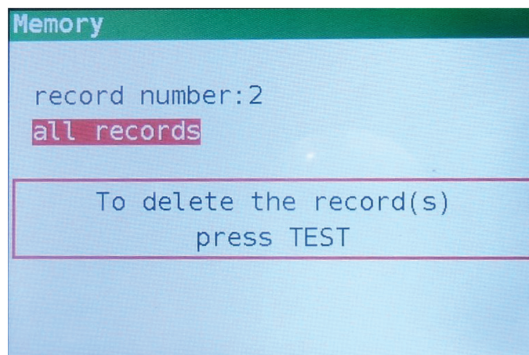

Figura 7.7: Pantalla de borrado
Paso 5 Presione la tecla **ABAJO** para seleccionar todos los registros (Figura 7.7)